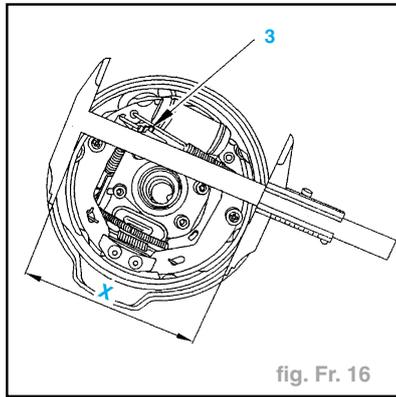

fig. Fr. 16
- le ressort (5)
- la biellette (2) de rattrapage de jeu
- les ressorts de maintien (4)
- le ressort (1)
- Agir sur la molette (3) pour obtenir un diamètre de : X (fig. Fr. 16).